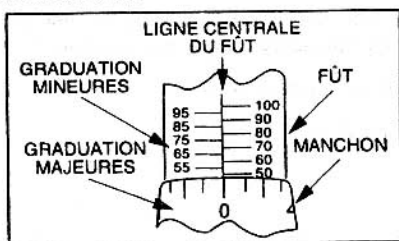

Fig. 2 - Couple réglé à 50
- Tout en maintenant la bague de verrouillage à la position déverrouillée, tourner la poignée ou le fût pour régler la clé au couple désiré, comme l'indiquent les Figures 2 et 3 ci-dessous.